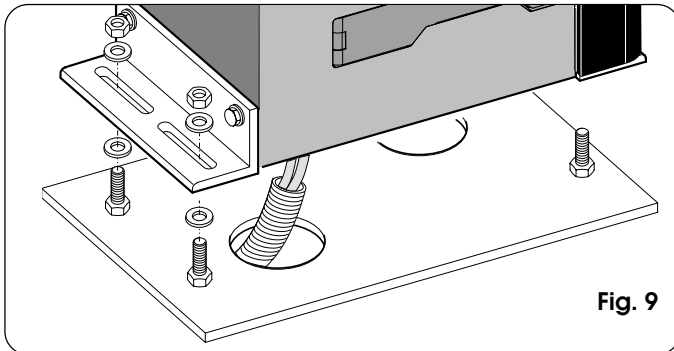
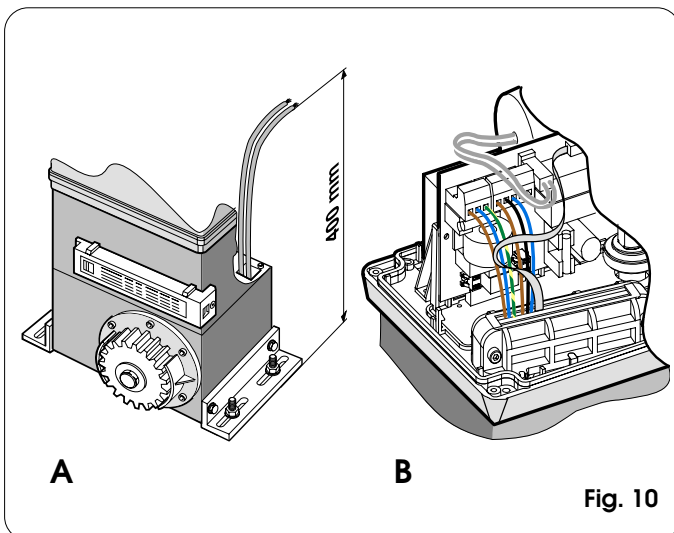

Fig. 9
Fig. 10
- 3) Plaats de aandrijving op de plaat met behulp van de bijgeleverde ringen en moeren, zoals op fig. 9. Voer tijdens deze handeling de kabels door het kanaal in de onderste helft van de aandrijving (fig. 10 - ref. A). Om toegang te krijgen tot de elektronische apparatuur, de kabels door het gat voeren met behulp van de bijgeleverde kabelklem met rubber. Alle kabels moeten met zorg van de mantels worden ontdaan, zodat de kabelklem alleen de
afzonderlijke draden vasthoudt (fig. 10 - ref. B).